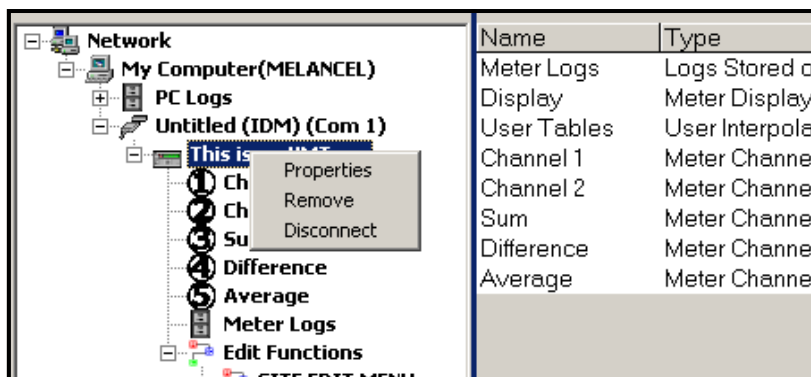

Figura 5: Opção *Properties* (Propriedades) no *New Meter Browser* (Navegador do novo medidor)
2. Clique com o botão direito do mouse no XGF868i destacado e clique na opção *Properties* (Propriedades), conforme mostrado na *Figura 5* abaixo.